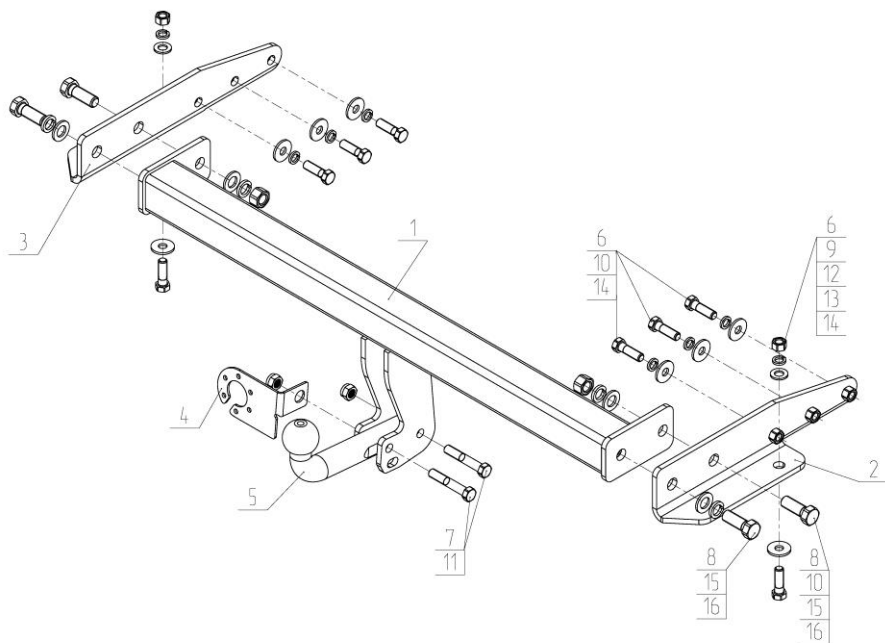

Рис.1.
- Установите во внутрь лонжеронов автомобиля кронштейны (поз.2,3), используя крепежные элементы (поз.6,9,10,12,13,14), см. Рис.1. Крепеж не затягивать;